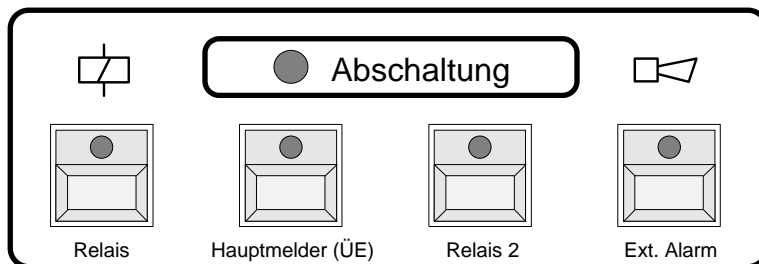

Abb. 13: Anzeigefeld bei Abschaltung
- ① Relais im Feld "Abschaltungen" (Abb. 13)
① Relais im Feld "Abschaltung" (Abb. 13)